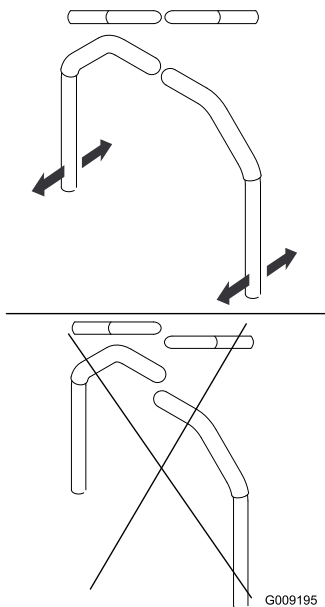

Figura 84
- Allineate le leve latitudinalmente portandole assieme in folle e fatele scorrere finché non sono allineate, quindi serrate i bulloni (Figura 84).